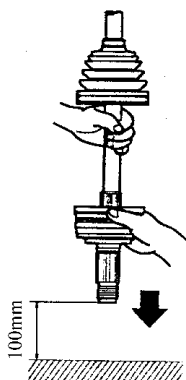

图 6-81 用空中落下的力就位外球笼
7) 如图 6-81 所示,为了使外球笼完全就位,提起半轴和接头,使它们从距离硬表面 10mm 高的空中落下。不要用锤添加额外的力,那样会损坏半轴,小心不要损坏外球笼的螺纹段。